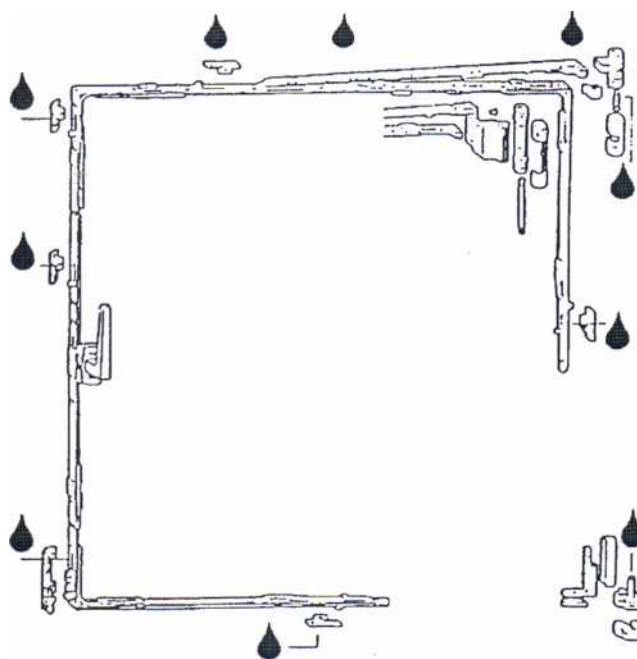

Рис. 4. Схема смазки элементов фурнитуры
- Следует не менее 2 раз в год смазывать капельным способом все подвижные составные части фурнитуры и область замка смазкой, не содержащей кислот или смол (подходят: технический вазелин или машинное масло) по схеме, указанной на Рис.4.